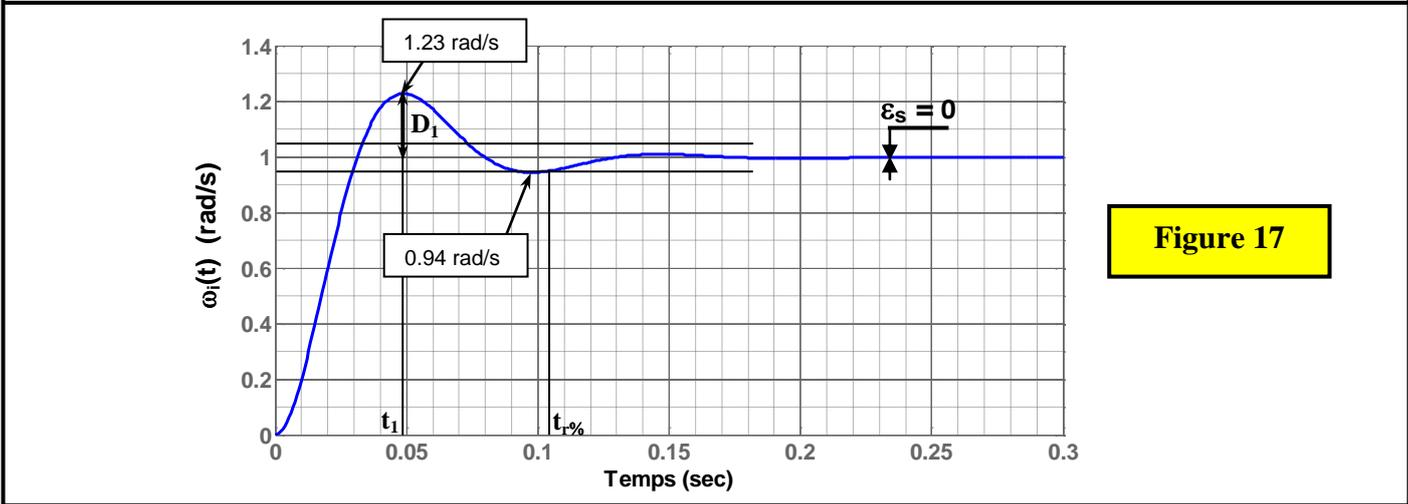

Figure 17
- .) d'après la réponse indicielle **figure 17 doc DR5** le premier dépassement relatif est $D_1 = 23\%$ qui est bien inférieur à 25%.